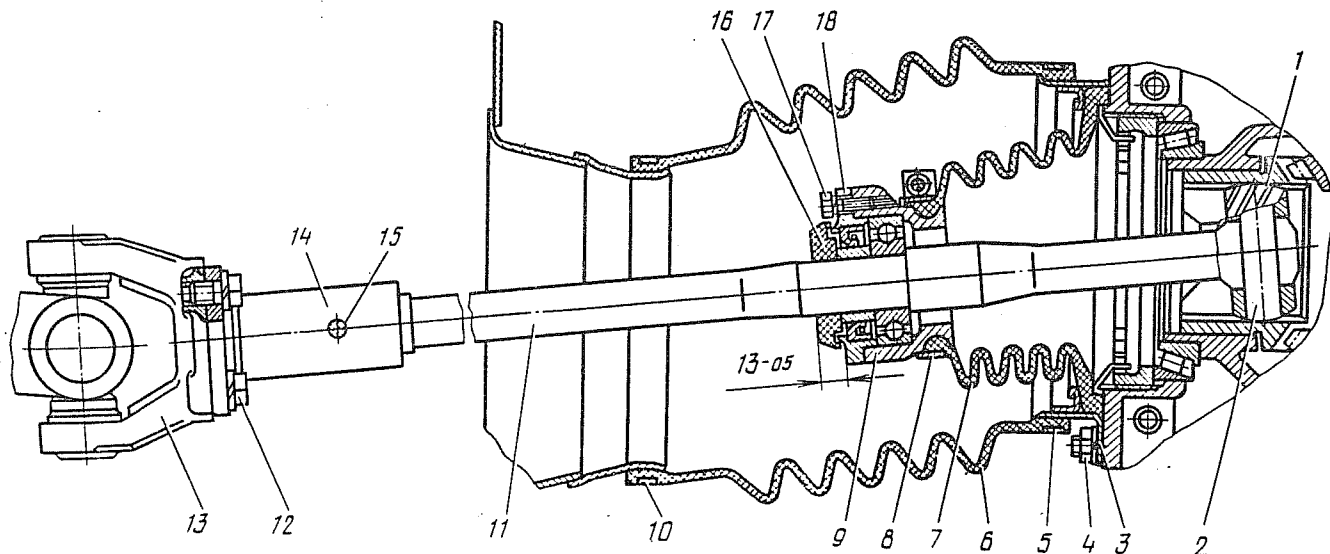

Рис. 61. Полуось с фланцем и защитным чехлом дифференциала в сборе:
1.5. Вывернуть болты 12 (рис. 61) крепления фланцев задних полуосей к ведущим карданным вилкам, отсоединить полуоси и, сместив их в дифференциал до упора, закрепить во избежание выпадения из дифференциала (ключ 14, проволока, плоскогубцы 150).
2.4. Раскрепить полуоси, присоединить фланцы полуосей к карданным вилкам и закрепить болтами 12 (рис. 61) с пружинными шайбами (головка 14, рукоятка динамометрическая, плоскогубцы 150).
1.6. Отвернуть гайки 4 (рис. 61) крепления крышки защитного чехла дифференциала и снять со шпилек крышку 3 (ключ 13).
2.1. Установить полуось 11 (рис. 61) в сборе с подшипниковым узлом и защитным чехлом дифференциала в отверстие кузова.
- 1.3. Отвернуть болты 12 (рис. 61) крепления фланца полуоси к фланцу карданной вилки 13 (ключ 14).
- 2.1. Установить уплотнительный чехол 6 (рис. 61) на полуось. Свернуть его до беспрепятственного прохода через отверстие кузова и протолкнуть внутрь кузова.
- 1.5. Отвернуть болты 12 (рис. 61) крепления фланца 14 полуоси к фланцу карданной вилки 13, сместить полуось в сторону дифференциала и закрепить ее проволокой во избежание выпадания сухарей (ключ 14, плоскогубцы 150, проволока).
- 2.5. Присоединить фланец 14 (рис. 61) полуоси к фланцу карданной вилки 13 и закрепить болтами 12 с пружинными шайбами (ключ 14, головка 14, рукоятка динамометрическая).